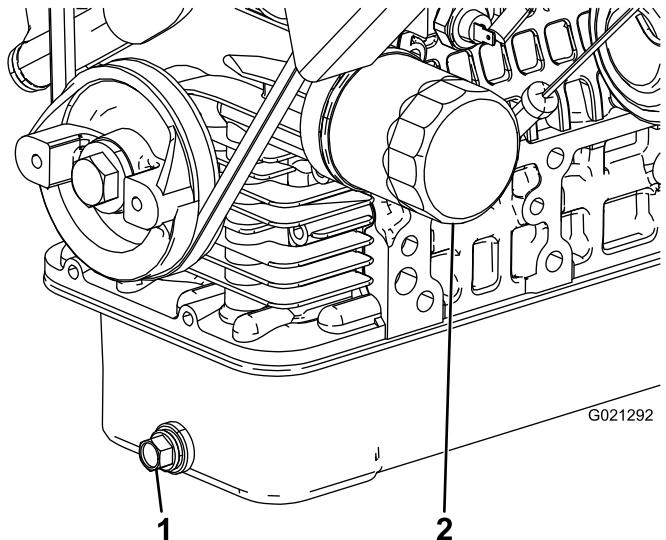

Figura 46
- Togliete il tappo di spurgo e lasciate defluire l'olio in una bacinella (Figura 46).
- Togliete il filtro dell'olio (Figura 46).